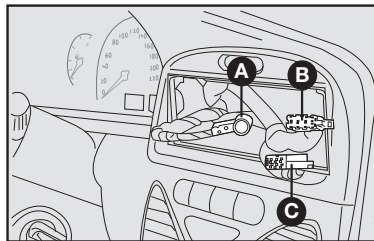

fig. 80
- cabo de alimentação do autorrádio **C-fig. 80**.
- cabo para alto-falante dianteiro e traseiro (exceto Strada) **B-fig. 80**.
- cabo com conector para antena **A-fig. 80**.